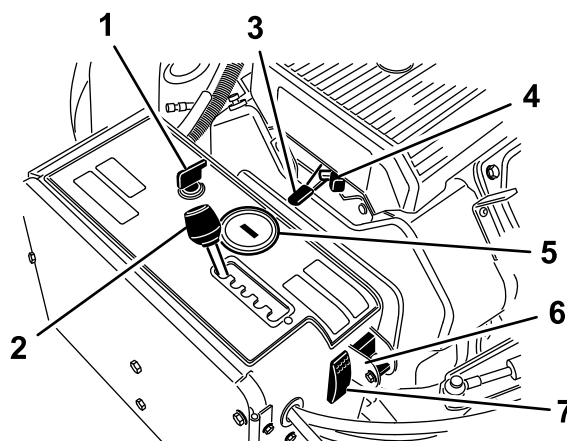

Figura 12
Utilizați comutatorul de contact (Figura 12) pentru a porni sau a opri maina. Comutatorul are 3 poziții:
Deplasai maneta de distanare a aeratorului (Figura 12) la distanța dorită dintre orificii sau la T pentru transport.
Utilizați maneta de acceleraie (Figura 12) pentru a controla turaia motorului. Deplasarea manetei de acceleraie spre înainte mărește turaia motorului (poziție pentru deplasare RAPIDĂ); deplasarea spre spate scade turaia motorului (poziție pentru deplasare LENTĂ). Turaia motorului reglează viteza capului de carotaj și controlează viteza de deplasare a mainii.
- Când motorul se oprește, contorul orar/tahometrul (Figura 12) afișează numărul de ore în care a funcționat motorul.
Utilizai ocul la pornirea motorului rece (Figura 12).
Rotii comutatorul în poziția în jos pentru a dezactiva funcția TrueCore (Figura 12). Îndepărtați urubul pentru a accesa comutatorul manual de urmărirea contur sol.
Apăsai comutatorul de resetare a sistemului (Figura 12) pentru a ridica capul de carotaj dacă mâna este dezactivată (de exemplu dacă rămâne fără combustibil).